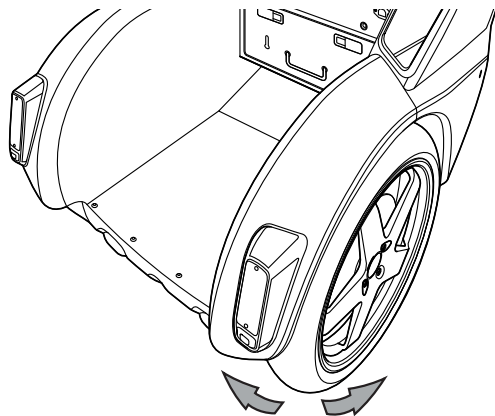

图 47：检查轮胎/车轮组件是否存在摇摆
3. 握住轮胎/车轮组件以检查车轮摇摆情况，并尝试将组件左右移动（图 47）。轮胎/车轮组件不应侧向移动。